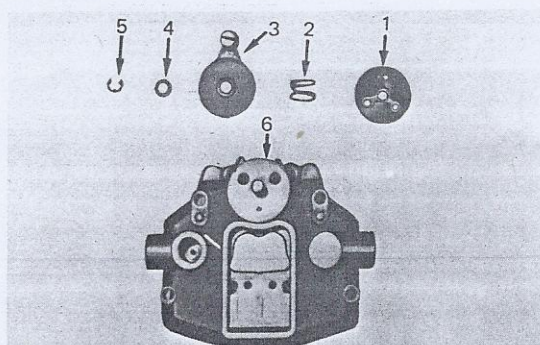

Fig. 2-98 Mise en place de la glace de starter
10. Assembler les pièces de glace d'enrichisseur (1) à (5) sur le dessus de cuve (6) dans l'ordre indiqué à la Fig 2-98